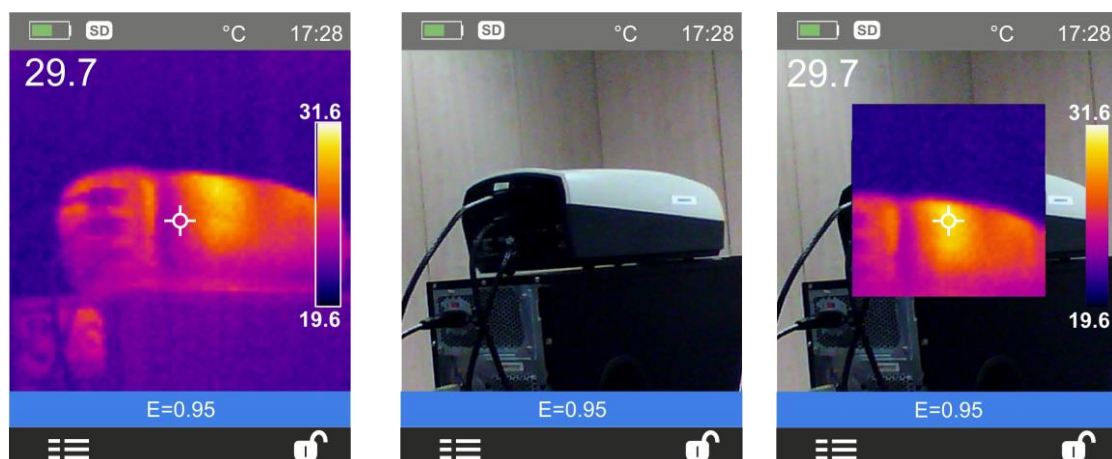

Fig. 23: Modi di visualizzazione dell'immagine
2. Usare i tasti \oplus o \ominus per selezionare il modo di visualizzazione desiderato tra le opzioni: **IR** (immagine infrarosso), **Visibile** (immagine visibile), **MIX** (fusione dell’immagine IR dentro l’immagine visibile) e **AUF** (funzione Auto Fusion – vedere § 5.2.4.1) (vedere Fig. 23)